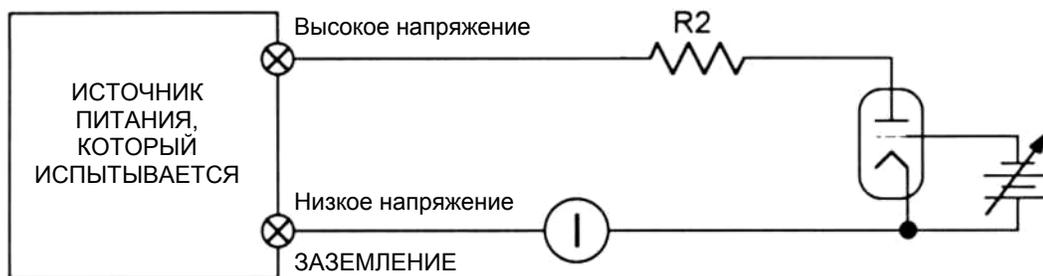

Рис. 4. Переключатель электронно-лучевой трубки
Цепь на рис. 4 показывает вакуумную трубку, которая используется для исключительно быстрого переключения циклов нагрузки из состояния ВКЛ. (ON) в ВЫКЛ. (OFF) и обратно. Если сетка трубки переключается от близкого к нулю смещения до достаточного отрицательного смещения, трубка может управляться как переключатель. Быстрое переключение циклов нагрузки ВКЛ. и ВЫКЛ. при наблюдении характеристик напряжения обычно называется динамической стабилизацией нагрузки. Более детально см. раздел 5.
Описанный в предыдущих параграфах ручной переключатель используется для источников питания как с положительной, так и с отрицательной полярностью. Цепь электронной трубки на рис. 4 показана для высоковольтных источников питания только с положительной полярностью. Трубка может использоваться для источников питания с отрицательной полярностью при соединении стороны пластины к низкому уровню напряжения, а стороны катода — к высокому. В этом случае, поскольку источники нити накала и решетки будут высоковольтными, необходимо использовать методику изоляции.